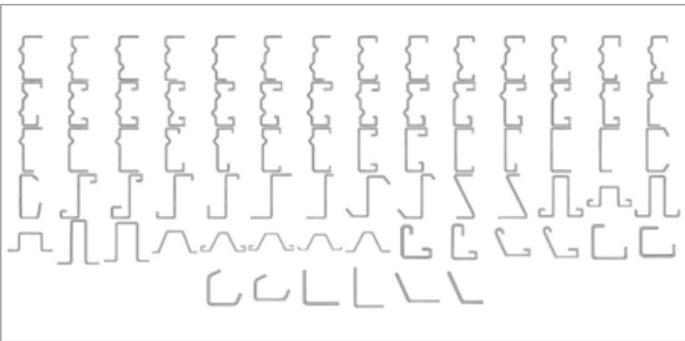

Рис. 37. Расширение стандартных профилей в программе TONUS
- в программе TONUS для произвольных сечений появилась возможность отрисовки эпюр статических секториальных моментов и статических моментов относительно главных осей инерции, а также эпюр касательных и эквивалентных напряжений; кроме того, существенно расширен набор стандартных сечений (рис. 37);